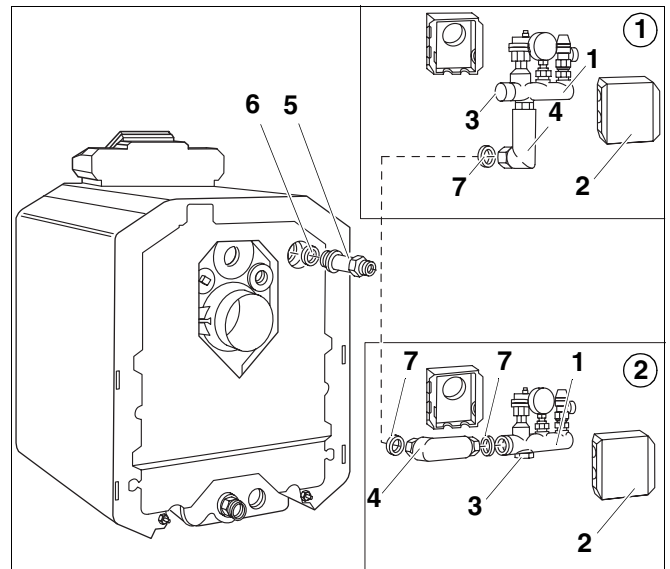
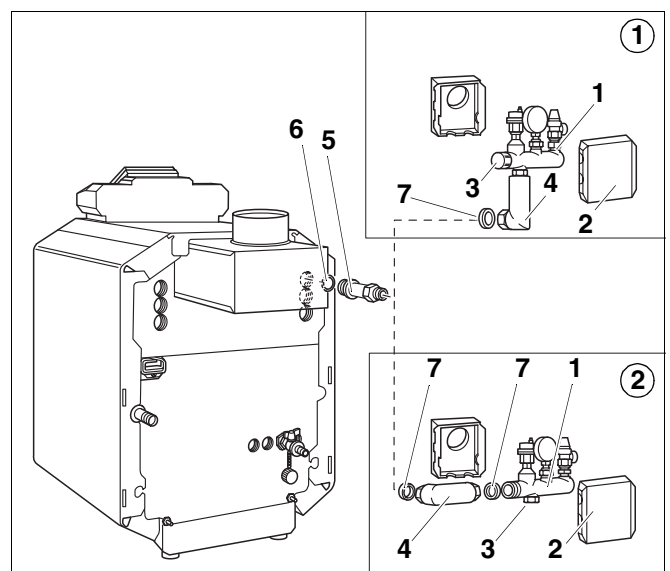

Abb. 1 Kessel-Sicherheits-Set am Heizkessel G115
Abb. 2 Kessel-Sicherheits-Set am Heizkessel G134 (Anschlussbelegung im Lieferzustand)
1. Nach oben, seitlich vom Heizkessel (Anbaubeispiel ①; Abb. 1).
2. Seitlich vom Heizkessel (Anbaubeispiel ②; Abb. 1).
3. Nach oben, hinter dem Heizkessel (wie Anbaubeispiel 1, jedoch Armaturenbalcken (Abb. 1, Pos. 1) um 180° gedreht; ohne Abb.).
- Doppelnippel (Abb. 1, Pos. 5 / 104 mm lang) mit eingelegetem O-Ring in den Sicherheitsvorlauf des Heizkessels eindrehen.
- Kappe (Abb. 1, Pos. 3) je nach Anbauwunsch des Kessel-Sicherheits-Sets auf den unteren oder den seitlichen Abgang des Armaturenbalckens aufschrauben.
- Dichtung in die Verschraubung des Winkels (Abb. 1, Pos. 4) einlegen und den Winkel mit dem Armaturenbalcken verschrauben.
- Wärmedämmschalen (Abb. 1, Pos. 2) entsprechend der Anschlüsse ausschneiden. Wärmedämmschalen oben ineinander einhängen und dann unten zusammen drücken.
Legende zu Abb. 1 und Abb. 2